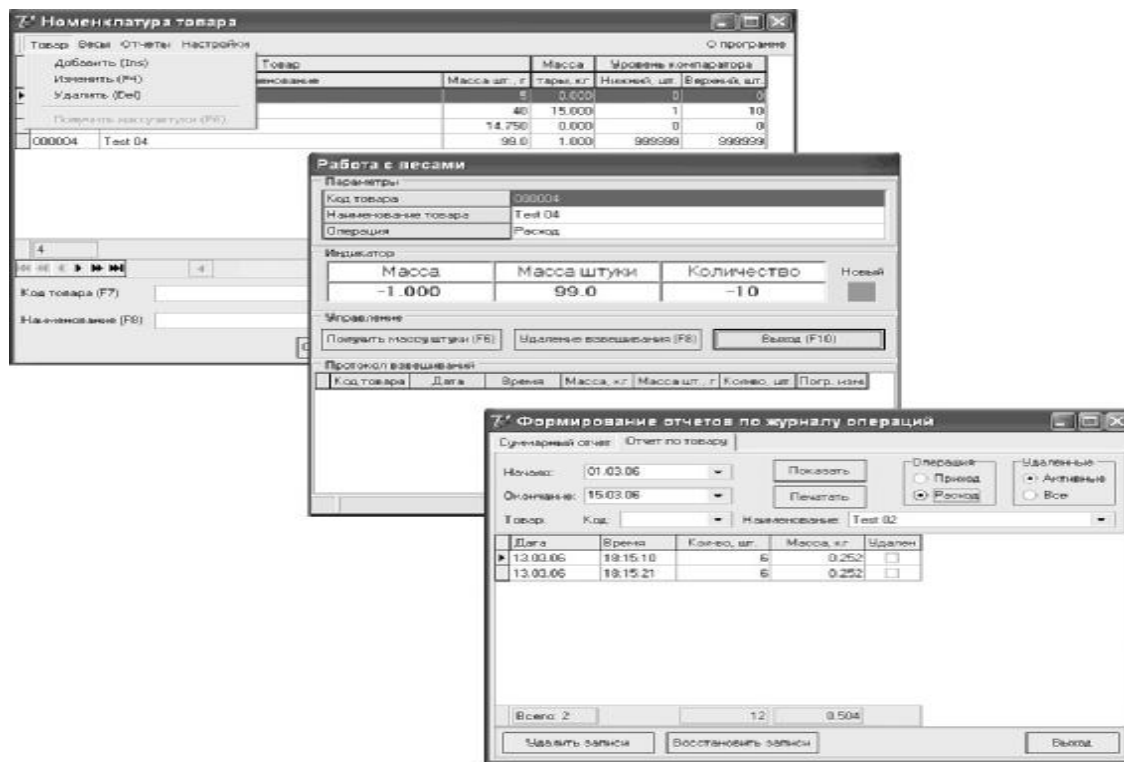

Рисунок 10.1 - Графический интерфейс программы СВ-01.
- Графический интерфейс программы приведен на рис. 10.1.